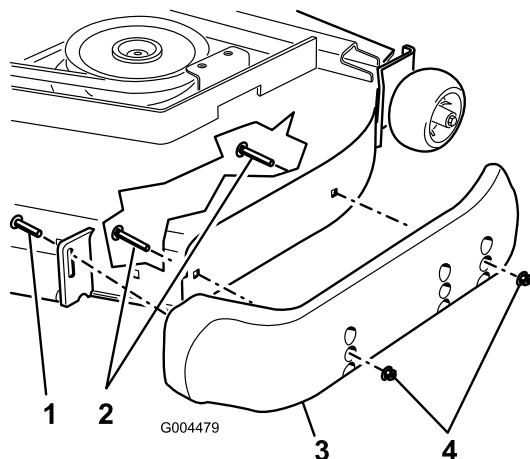

Figura 44
- Desaperte o parafuso na parte da frente de cada patim (dois patins em plataformas Guardian e um patim em plataformas de descarga lateral) como se mostra na Figura 44.